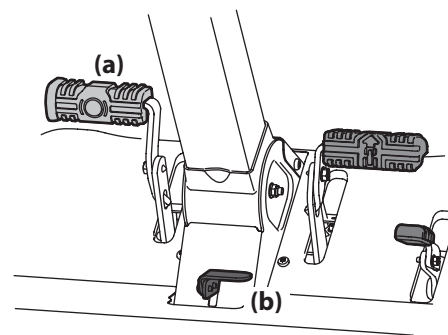

Figura 3-2
- Accione el freno de mano oprimiendo hacia adelante el pedal de freno (a), luego oprima la palanca de control de crucero/freno de mano (b) y posteriormente suelte el pedal del freno (a). Consulte la Figura 3-2.